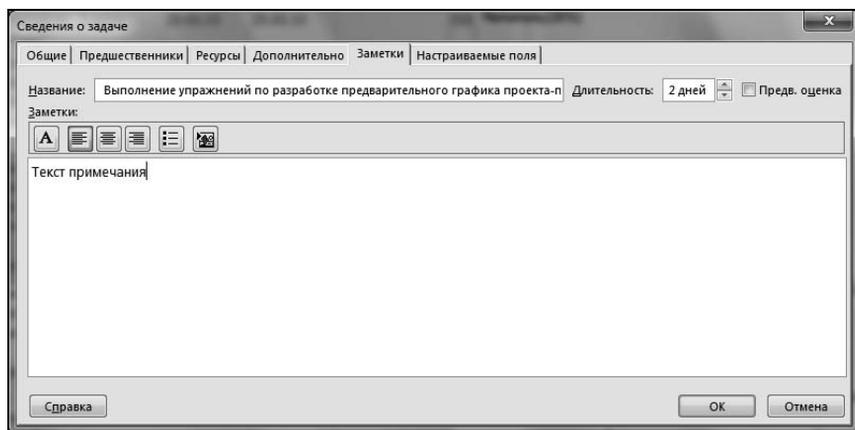

Рис. 4.52. Диалоговое окно **Сведения о задаче**, вкладка **Заметки**
7. Вкладка **Заметки** позволяет вводить или редактировать произвольной формы заметки — комментарии к задаче (рис. 4.52). В верхней части окна ввода заметок расположен комплект кнопок, управляющих выбором вида шрифта , выравниванием текста   , форматированием списка  и вставкой рисунков в текст заметок  (по аналогии с такими же кнопками текстового процессора MS Word). Если для некоторой задачи сформированы заметки, то соответствующий значок формируется в поле **Индикаторы** этой задачи.